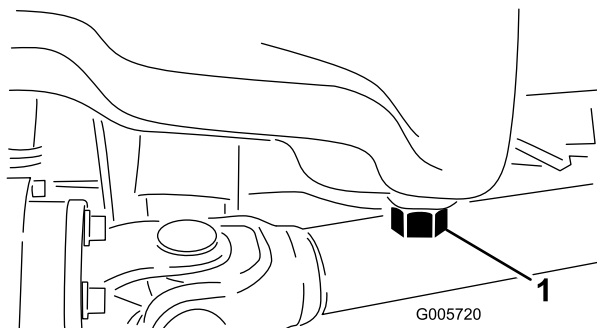

Bild 46
2. Öffnen Sie die Motorhaube. Stellen Sie die Auffangwanne unter die Ölwanne und richten Sie sie auf die Ablassschraube aus (Bild 46).